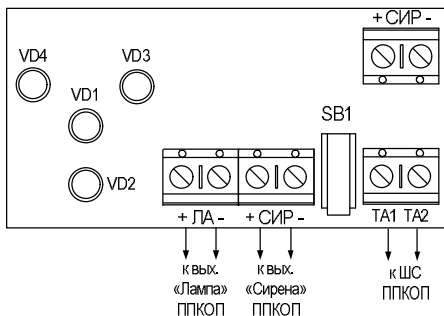

Рис. 2 Схема подключения оповещателя
4.3 Подключение оповещателя к управляющему устройству осуществляется в соответствии с приведенной ниже схемой (см. рис.2). Следует обратить внимание, что проводники питания звукового и светового каналов необходимо подключать с учетом полярности.